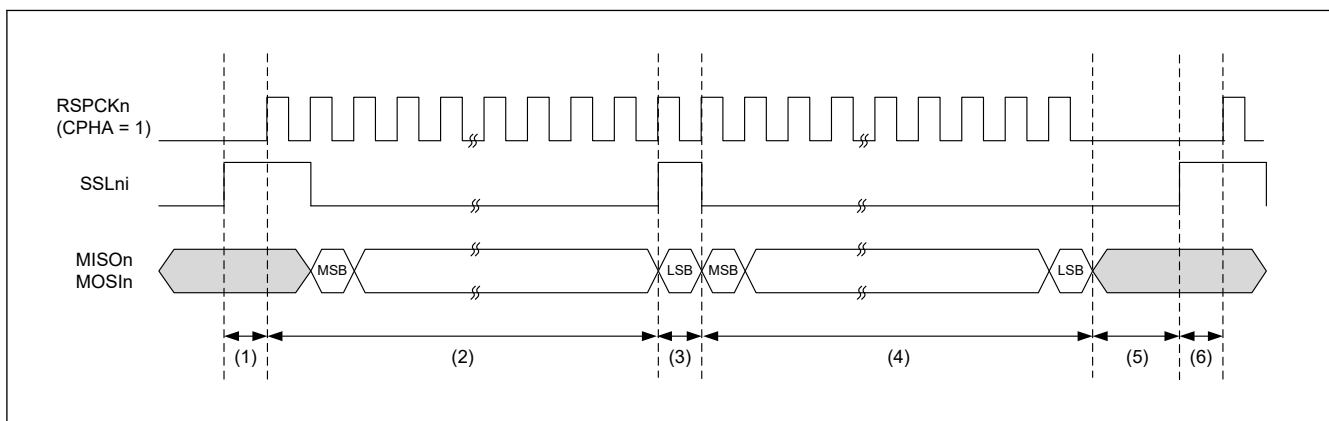

図 33.59 バースト転送の動作例 (SPFRF = 1)
- SPI コマンドレジスタ (SPCMD) の SSLni 信号レベル保持ビット (SSLKP) が 1 で、SPI コントロールレジスタ (SPCR) のバースト転送フレーム遅延選択ビット (BFDS) が 1 のときの SPCMD0~SPCMD1 を 図 33.59 に示します。設定によりバースト転送を実現した場合の SSLni 信号動作とシリアルデータ MISO_n/MOSI_n の例を以下に示します。SSLni 出力信号の極性は、SPI SSLi 信号極性ビット (SPCR3.SSLiP) (i = 0~3) の設定値で決まります。